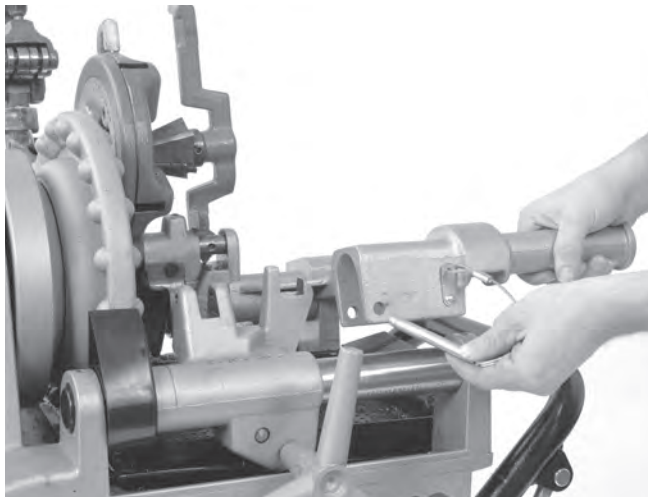

Figura 5 – Instalación del mango adaptador
3. Coloque el mango adaptador sobre los extremos de los rieles de la roscadora Compact 300, como se indica en la *Figura 5*. Fije el adaptador en su lugar con el pasador incorporado.